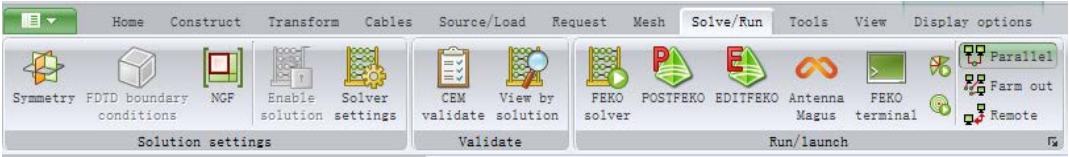

图 3-25 “Solve/Run” 菜单中的各按钮
9) “Solve/Run” 菜单中的按钮如图 3-25 所示，具体说明见表 3-8。